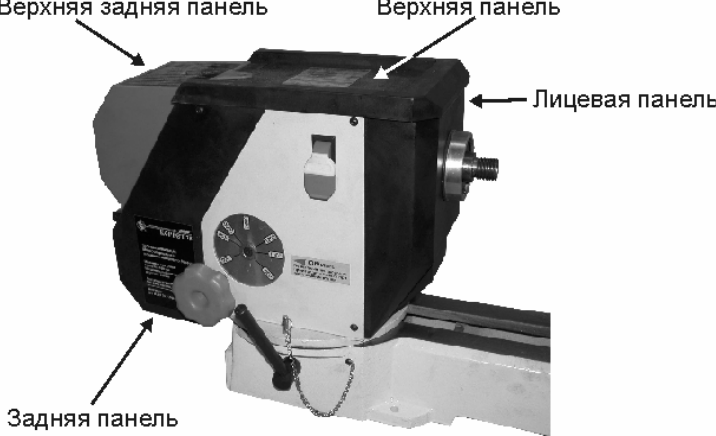

Рис.18
14.3. Замена изношенного ремня регулировки скорости (Рис.18, 19)